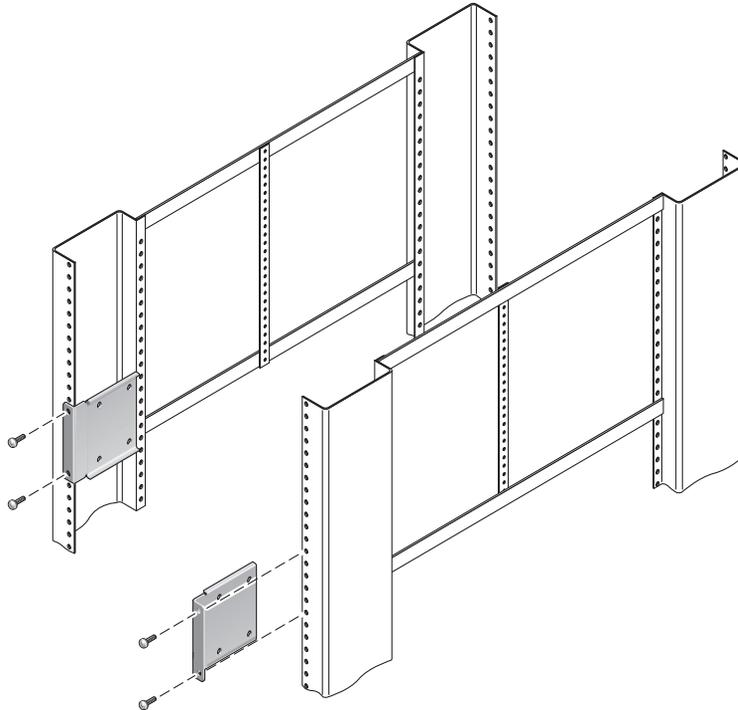

ABBILDUNG 3-10 Befestigen der kurzen Winkel an der Vorderseite des Racks
7. Heben Sie die kurzen Winkel an die gewünschte Position auf der *Vorderseite* des Racks und montieren Sie an jeder der vorderen vertikalen Rackstützen einen kurzen Winkel (ABBILDUNG 3-10).